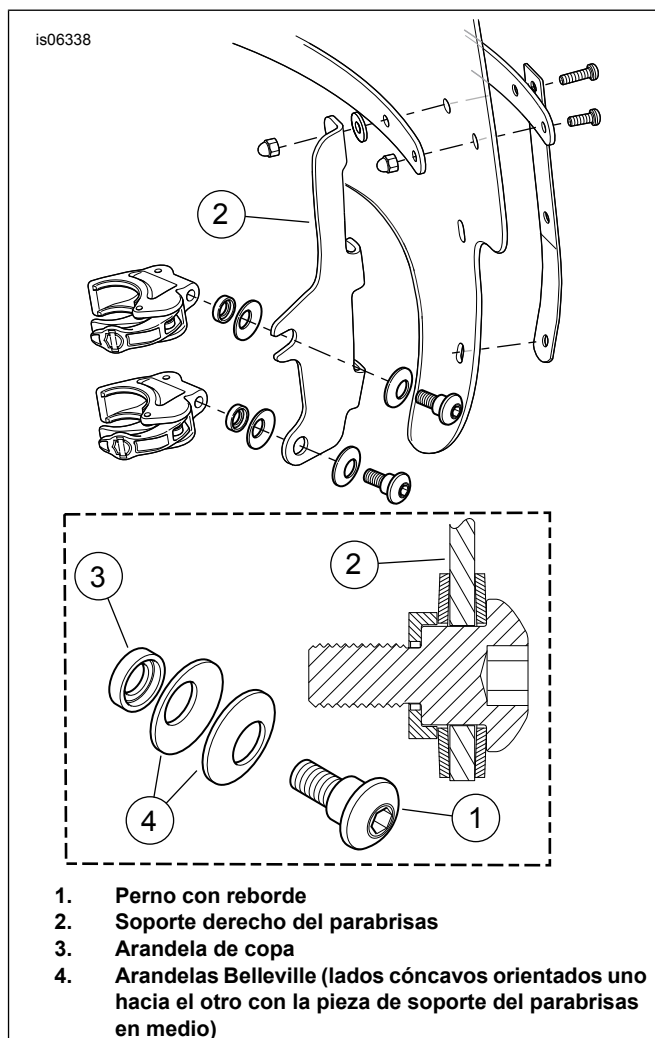

Figura 1. Abrazaderas de montaje del parabrisas (se muestra el lado derecho)
3. Arme, sin apretar, los conjuntos de abrazaderas en las piezas de soporte de montaje del parabrisas, en la secuencia que se muestra en Figura 1.